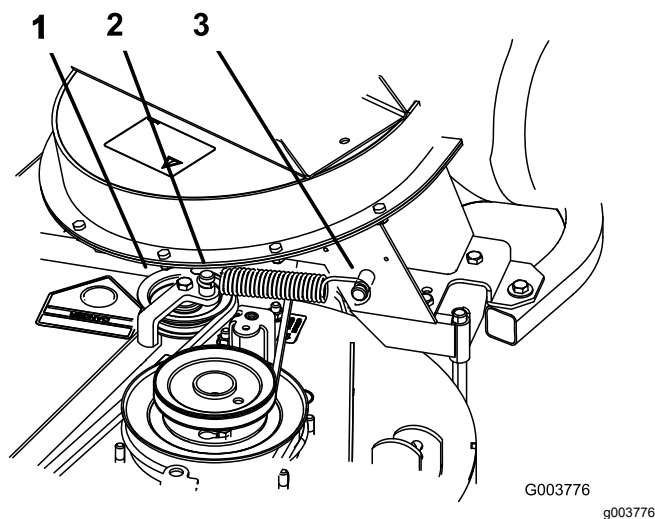

Figure 43
8. Installez le ressort comme montré à la Figure 43.